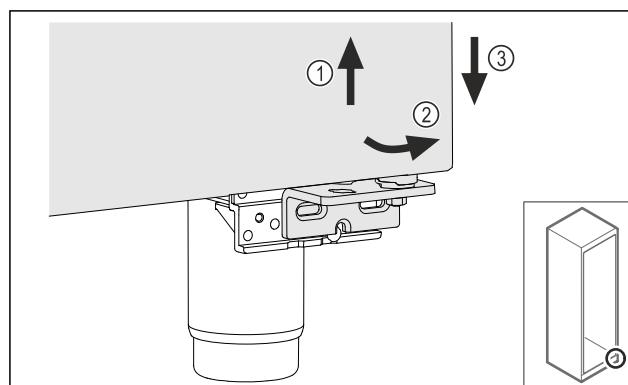

Fig. 11
- Sollevare leggermente la porta Fig. 11 (1), inclinarla in avanti sulla parte inferiore Fig. 11 (2) e abbassarla Fig. 11 (3).